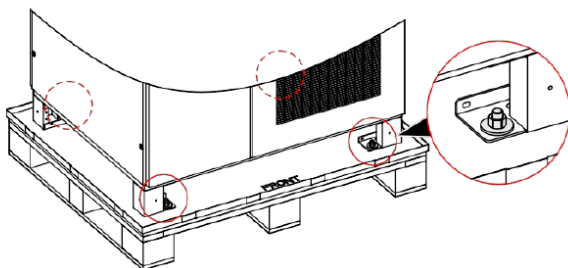

Figura 3-6 Ubicación de los tornillos
Paso 5: Después de comprobar que el equipo está en buenas condiciones, desenrosque los pernos que fijan el UPS al palé de madera con una llave y retire los pernos que conectan el UPS al palé de madera. La Figura 3-6 muestra la ubicación de los pernos.